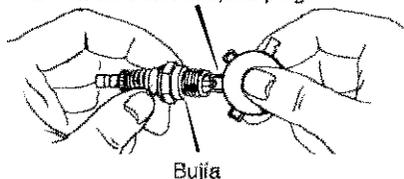

Figura 16
7. La distancia entre los electrodos de la bujía nueva (entrehierro) debe ser de 0,030 de pulgada (Figura 16).